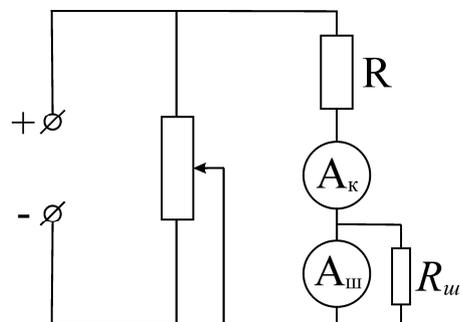

Рис. 2
Для проверки изготовленного шунта используется следующая электрическая схема (рис. 2).
10. Собрать электрическую цепь для проверки изготовленного шунта (рис. 2) и провести измерения при различных значениях тока.